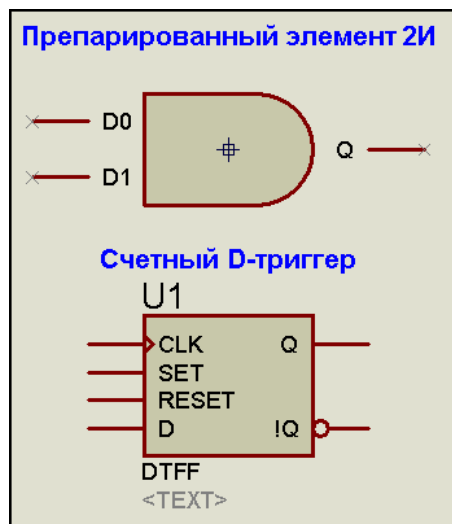

Рис.21.
Если со всевозможными сложными по структуре компонентами вопросов не возникает, то по элементарной логике необходимы некоторые пояснения. Для примера на Рис. 21 я поместил «разобранный» элемент двухвходового И у которого включил подсветку наименований выводов и обычный D-триггер, у которого имени и так уже включены. Итак, у любого логического элемента входы имеют имена **D0**, **D1** и т.д., а выход именуется **Q**. Вот это и важно усвоить, чтобы понять следующий материал.
**INVERT** – это свойство позволяет проинвертировать состояние любого входа/выхода цифрового примитива. Например, если для примитива D-триггера (Рис. 21) записать **INVERT=SET,RESET** (обратите внимание, что после запятой перед RESET пробел отсутствует!!!), то асинхронная установка/сброс триггера будут производиться не логическими единицами, а логическими нулями на соответствующих входах. Для счетного входа такая запись означает изменение установочного фронта импульса, т.е. если устанавливался по переднему, то будет устанавливаться по заднему.